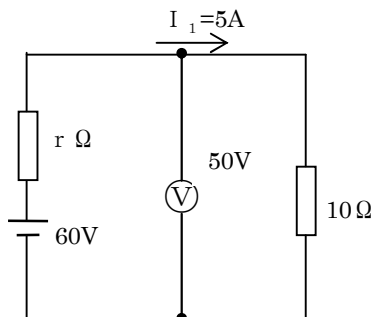

図14-2-2
- ① スイッチSを①へ入れると図14-2-2のような回路に書きかえられる。
- ① 図14-2-2より、 10Ω に流れる電流 I_1 [A] は両端の電圧が 50 V であるので、